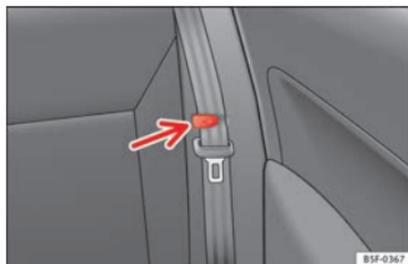

Fig. 149 Morsetto per sostenere la cintura di sicurezza.
- Collocare le cinture di sicurezza laterali nel morsetto del rivestimento » » fig. 149.